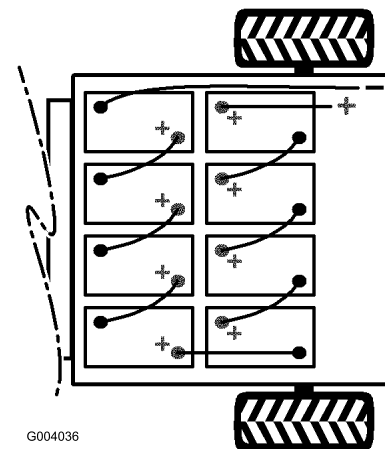

Figura 38
2. Desconecte del borne de la batería el cable negro largo (negativo) que va desde el banco de baterías al vehículo (Figura 38).
3. Desconecte del borne de la batería el cable rojo largo (positivo) que va desde el banco de baterías al vehículo (Figura 38).
Nota: Preste atención a la polaridad de las baterías al instalar las baterías nuevas (Figura 38).
9. Conecte las baterías entre sí con los cables retirados anteriormente, según se muestra en Figura 38.
10. Conecte el cable rojo largo (positivo) entre el banco de baterías y el vehículo (Figura 38).
11. Conecte el cable negro largo (negativo) entre el banco de baterías y el vehículo (Figura 38).